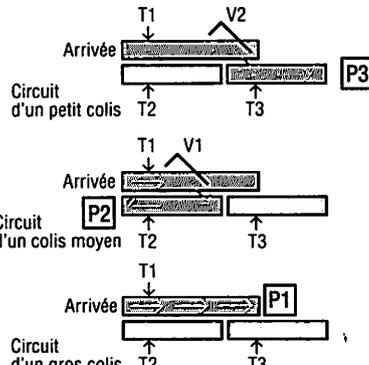

Fig. 7 : Détection de hauteur.
c) Automatisme de tri (fig. 7)